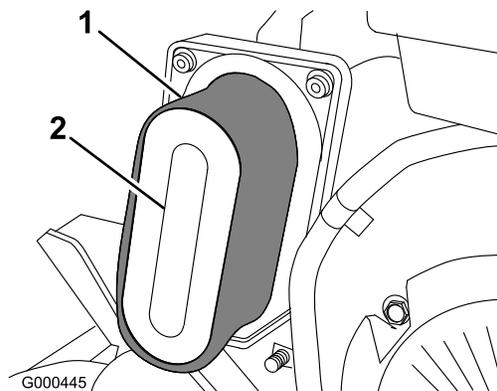

Bild 29
3. Entfernen Sie den Schaumeinsatz, wenn dieser verschmutzt ist, vorsichtig vom Papiereinsatz (Bild 29). Reinigen Sie ihn gründlich.